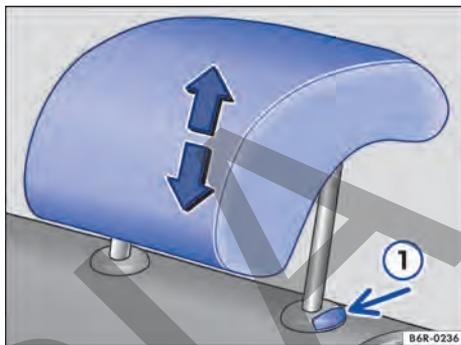

Fig. 60 Ajustar el apoyacabezas trasero.
- Empujar el apoyacabezas hacia arriba en el sentido de la flecha o, presionando el botón → fig. 60 ①, empujar hacia abajo → ⚠ en *Introducción al tema* de la pág. 71.